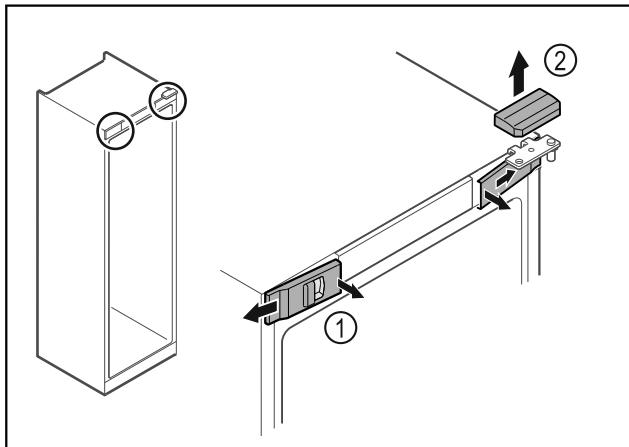

Fig. 18
- Nxirri nga foleja kapakët mbulues të përparmë Fig. 18 (1) në pjesën e brendshme dhe hiqini nga anash.
- Hiqni kapakun mbulues të sipërmi Fig. 18 (2) duke e ngritur lart.